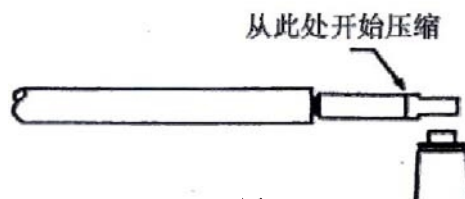

图23
C. 将冷压接线端子套入电缆导线并旋转冷压接线端子使其上的螺孔对准已安装在油箱上的双通或单通过接头（便于安装肘形电缆接头，见图 23）。然后开始压缩冷压接线端子，压缩时需注意相邻压缩之间需错开 90°，以确保冷压效果并防止弯曲。